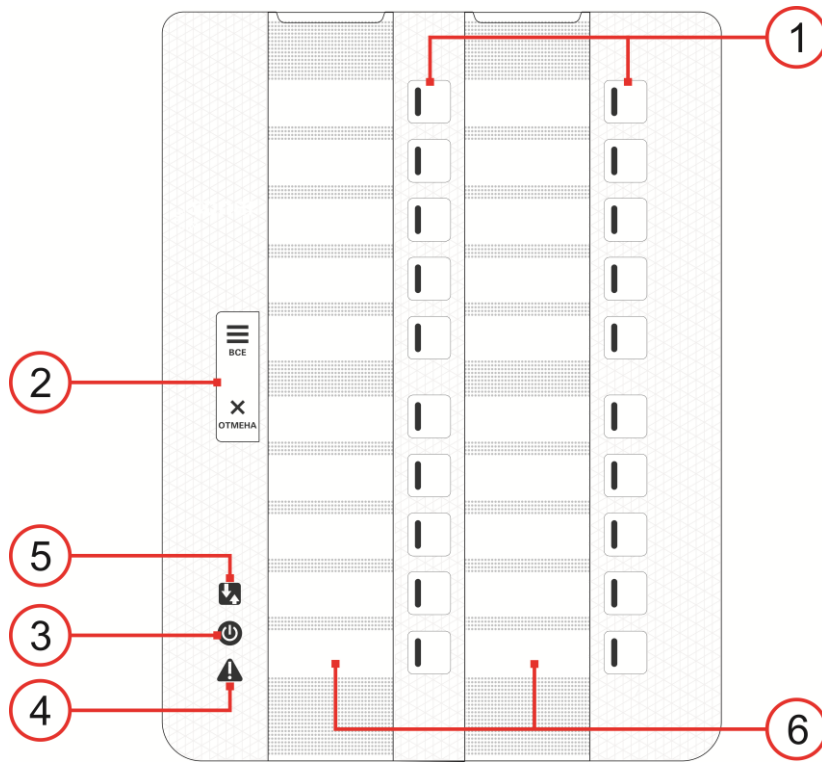

Рисунок 1
5.2 На лицевой стороне панели (*Рисунок 1*) расположены:
- ① – клавиши выбора зон оповещения (20шт);
- ② – клавиша «ВСЕ» и **X** «ОТМЕНА» – выбор всех зон оповещения одновременно и отмена данного режима;
- ③ – индикатор питания панели расширения «»;
- ④ – индикатор «» неисправности панели;
- ⑤ – индикатор  «ЗАНЯТО» (идет вещание с более приоритетного устройства);
- ⑥ – бумажные вкладыши для маркирования клавиш выбора зон оповещения.